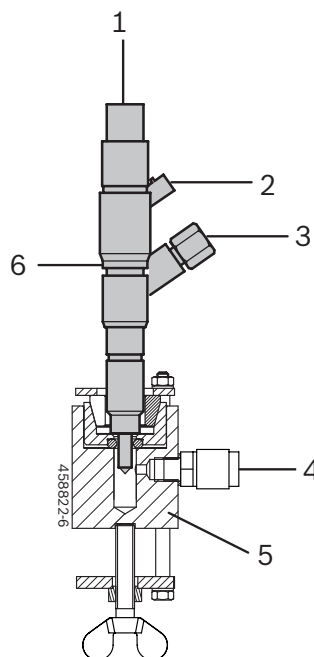

Fig. 8: Exemplo de conexão da câmara de injeção a um CRI
Para o teste, a câmara de injeção (fig. 8, pos. 5) é colocada e fixada sobre o bico injetor do CRI (fig. 8, pos. 6) ou do DHK/UI.